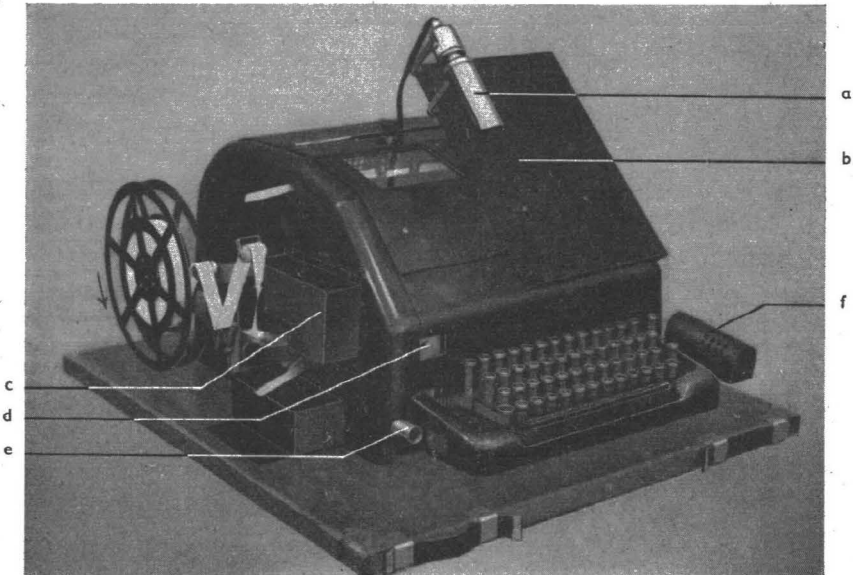

Bild 2
9. Der Fernschreiber (Bild 2) (Kiste A) besteht aus:
Der Empfangslocher: (Bild 2 c) Muß eine Übermittlung über Transitstationen gegeben werden, so ist es vorteilhaft, auf der Transitstation direkt mit dem